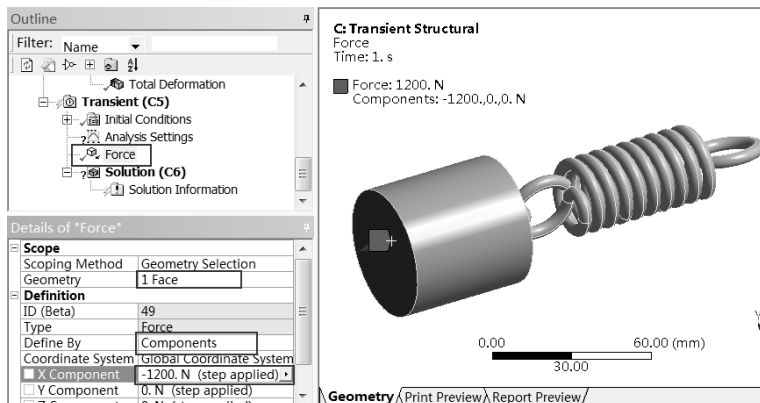

图 9-76 力属性面板
Step3：选择 Mechanical 界面左侧 Outline（分析树）中的 Transient（C5） Force（力）命令，在出现的如图 9-76 所示的 Details of “Force” 面板中做如下更改。